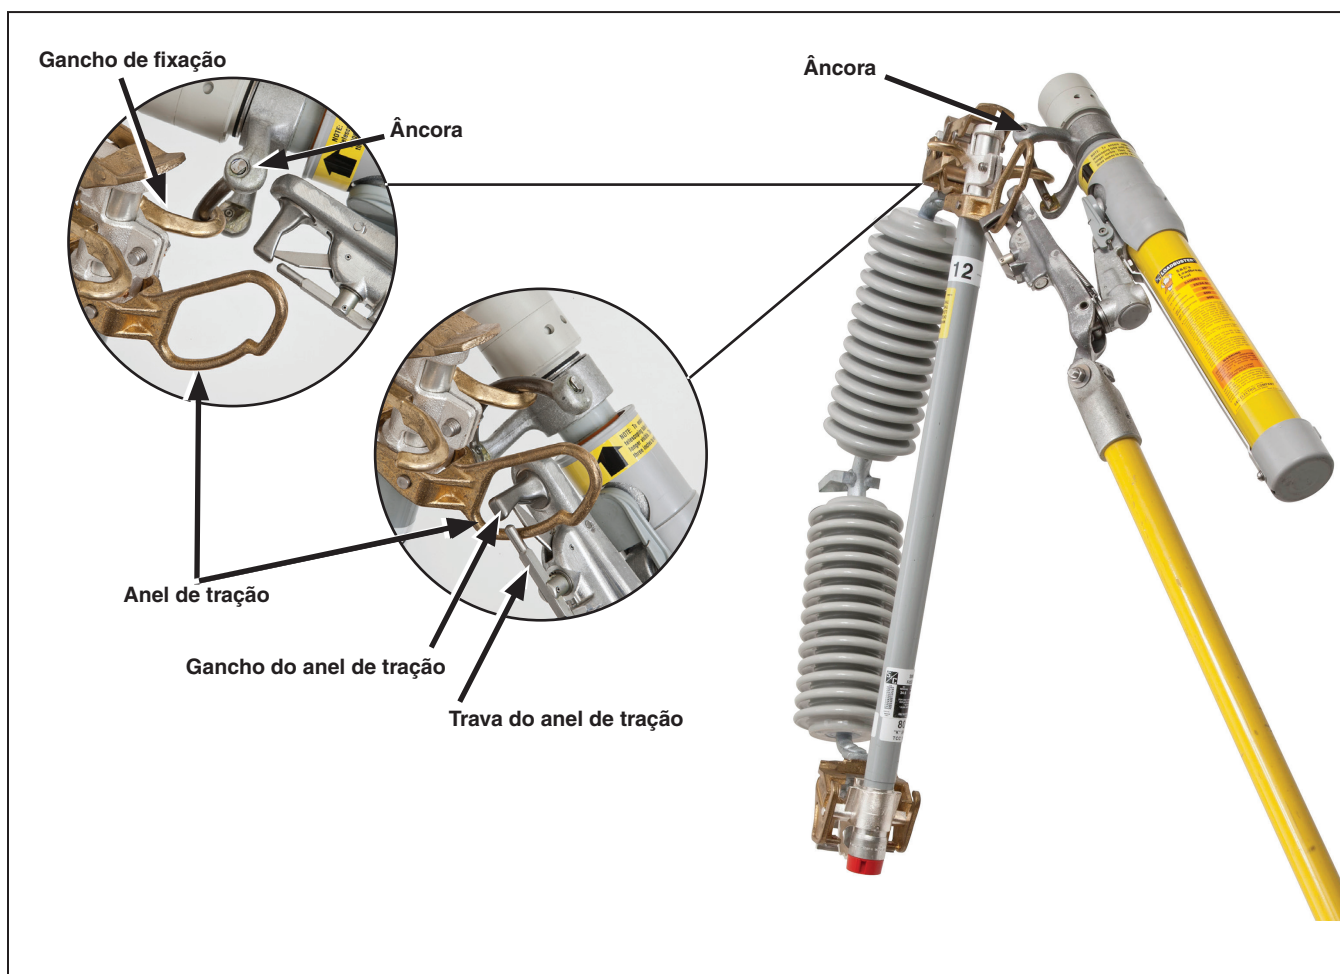
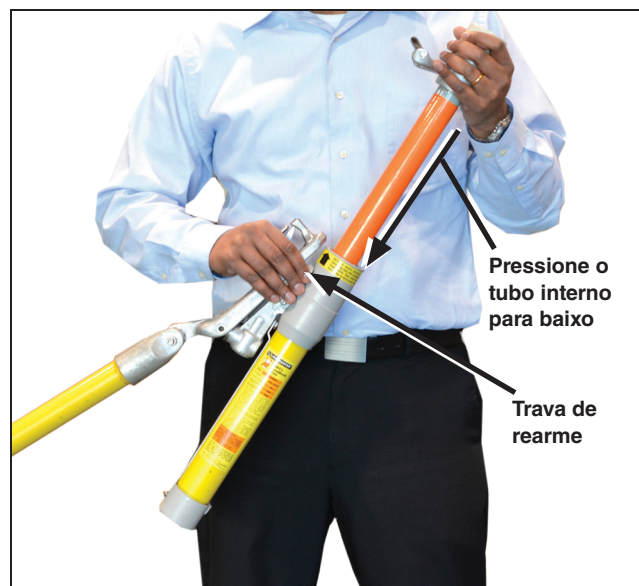

Figura 4. Ferramenta Loadbuster conectada a um Fusível de Potência SMD-20, distribuição externa.
Figura 7. Rearme da ferramenta Loadbuster.
- 8. REARME.** Mantenha as mãos afastadas durante o rearme. A ferramenta Loadbuster opera com carregamento por mola. Quando a trava de rearme é puxada, o lado da âncora da ferramenta se move para baixo com muita rapidez. Mantenha as mãos na posição mostrada na Figura 7 na página 14.
Nota: Apesar da quantidade de texto e ilustrações aqui usadas para descrever a operação da ferramenta Loadbuster, as técnicas corretas podem ser adquiridas de forma muito fácil. A S&C recomenda que seja dispendido um tempo razoável na prática com uma ferramenta Loadbuster em um dispositivo não-energizado: chave fusível, fusível de potência, fusível limitador, religador, interruptor ou seccionadora. Os passos operacionais ilustrados nas Figura 4 na página 12 a Figura 7 na página 14, mostrando a abertura de um fusível de potência, aplicam-se de forma equivalente a uma chave fusível, fusível limitador ou seccionadora. Para informações sobre o uso da ferramenta Loadbuster com o Religador Montado em Chave Fusível TripSaver® II, consulte a Folha de Instruções 461-502P da S&C. Para informações sobre o uso da ferramenta Loadbuster com o Interruptor com Rearme Automático VacuFuse® II, consulte a Folha de Instruções 465-500P da S&C.
de fixação do lado mais distante do fusível de potência. Ver Figura 4.
PASSO 2. Gire a ferramenta Loadbuster na direção do fusível de potência e passe o gancho do anel de tração da ferramenta pelo olhal do fusível de potência. A trava do anel de tração deve deflexionar e, com a entrada completa do anel, deve retornar sob efeito de mola, travando a ferramenta Loadbuster no anel de tração. A ferramenta Loadbuster está agora engatada no contato superior do fusível de potência. Ver Figura 4.
PASSO 5. Para rearmar a ferramenta Loadbuster, preparando-a para a próxima operação, segure-a como mostrado na Figura 7. Estique um pouco a ferramenta e levante a trava de rearme com o dedo polegar. Com a trava levantada, pressione o conjunto do tubo interno para baixo até que a ferramenta esteja completamente fechada. Isso faz com que o disparador se rearme. Quando corretamente rearmada, a parte pintada na cor laranja no tubo interno não é mais visível.
PASSO 5. Para rearmar a ferramenta Loadbuster, preparando-a para a próxima operação: Segure-a como mostrado na Figura 7 na página 14. Estique um pouco a ferramenta e levante a trava de rearme com o dedo polegar. Com a trava levantada, pressione o conjunto do tubo interno para baixo até que a ferramenta esteja completamente fechada. Isso faz com que o disparador se rearme.